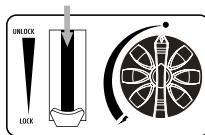
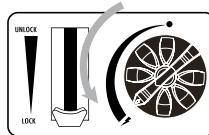

fig. 3
fig. 4
3. Tryck ner patronspaken (6) (fig.3) och stäng patronluckan.
4. Om du hör ett "väsanande" ljud har patronen inte satts i korrekt. Försök inte att tända apparaten utan flytta spaken (6) till läget "Lås upp" och upprepa steg (1-4).
5. Vrid vredet (8) helt till tändningsläget tills det klickar (fig.4). Håll tändnings- och reglervredet i detta läge i några sekunder för att aktivera flamskyddets termoelement. Upprepa denna åtgärd tills brännaren tänds.